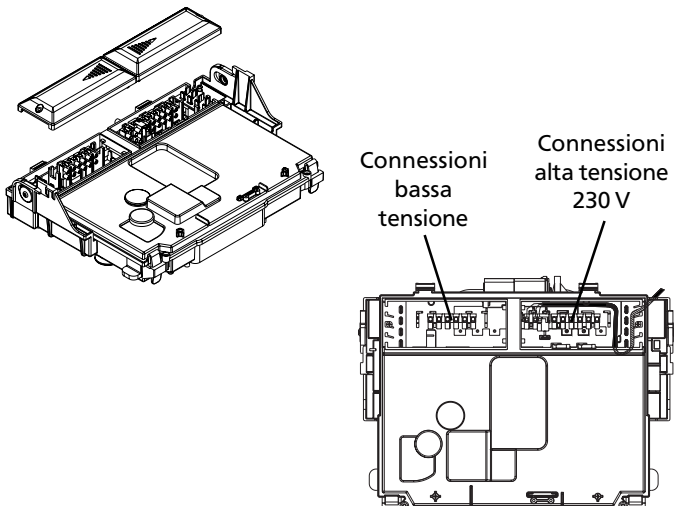

Fig. 3.4
- aprire i coperchietti morsettiere facendoli scorrere nel senso delle frecce (fig. 3.4).